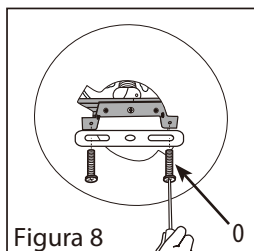

Figura 8
9. Coloque la barra de montaje de su artefacto de iluminación (Q) (no incluida, se incluye con el artefacto de iluminación que compró por separado) sobre el soporte de montaje (F) con dos tornillos de 1/2 pulg. de largo (O) (incluidos) (Figura 8). Siga las instrucciones de instalación incluidas con su artefacto de iluminación para montarlo sobre el juego adaptador para cajas empotradas.